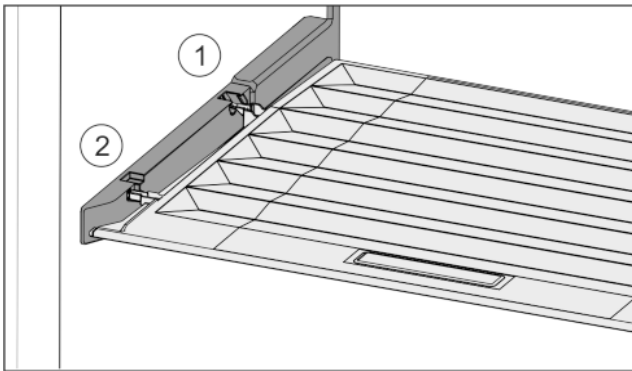

Fig. 30
- ▶ Introduire les rainures du couvercle par l'orifice du support arrière Fig. 30 (1) et les enclencher à l'avant dans le support Fig. 30 (2).